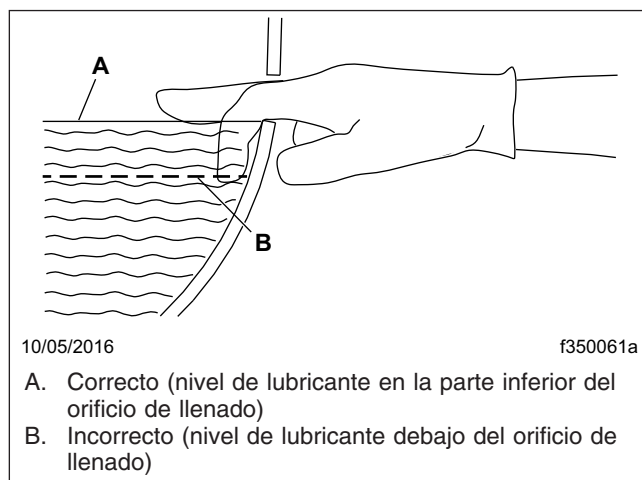

Figura 2, Inspección del nivel de lubricante del eje
- 5.1 Llene el eje a través del orificio de llenado de aceite. El lubricante debería estar a nivel con la parte inferior del orificio de llenado. Para revisar el nivel de líquido, vea la **Figura 2**.
- 6.1 Con el vehículo en una superficie a nivel, llene el eje a través del orificio de llenado de aceite. El lubricante debería estar a nivel con la parte inferior del orificio de llenado. Para revisar el nivel de líquido, vea la Figura 2.